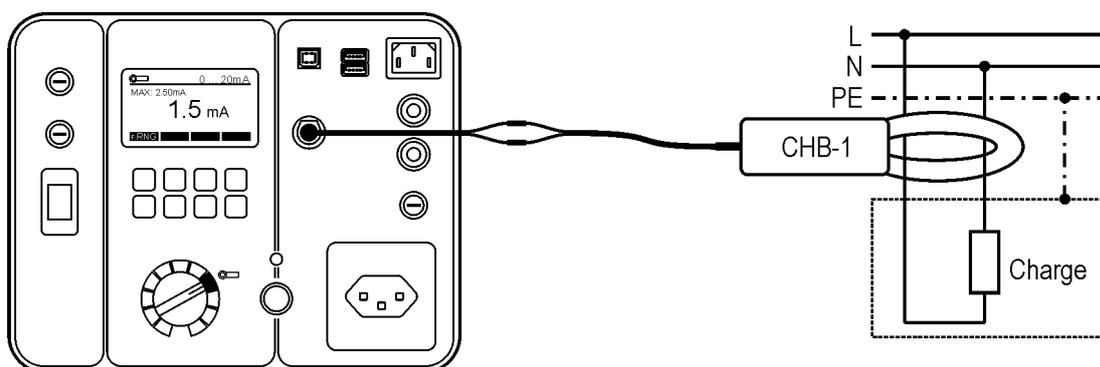

Figure 27: Connexion pour le test du courant de fuite à la terre (méthode différentielle)
- Raccordez la pince selon l'une des figures 27, 28 ou 29, selon le courant à mesurer.